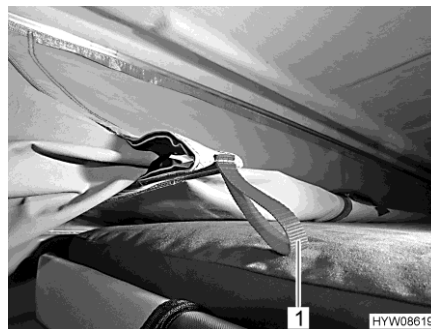

Fig. 62 Dispositivo de recogida
- Tirar de la lona hacia dentro con las tiras rojas (Fig. 62,1) del dispositivo de recogida.